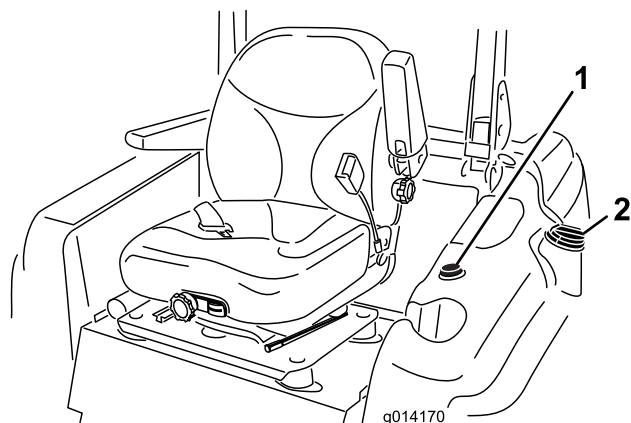

図 7
3. 燃料タンクのキャップの周囲をきれいに拭いてからキャップを取る 図 7。